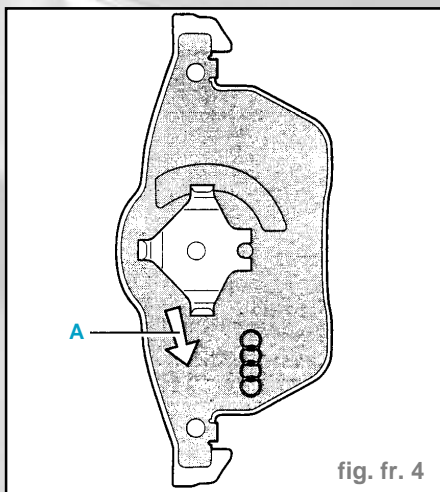

fig. fr. 4
- À l'état monté, la flèche sur la contre-plaque (A) de la garniture de frein doit être tournée vers le bas (fig. fr. 4).